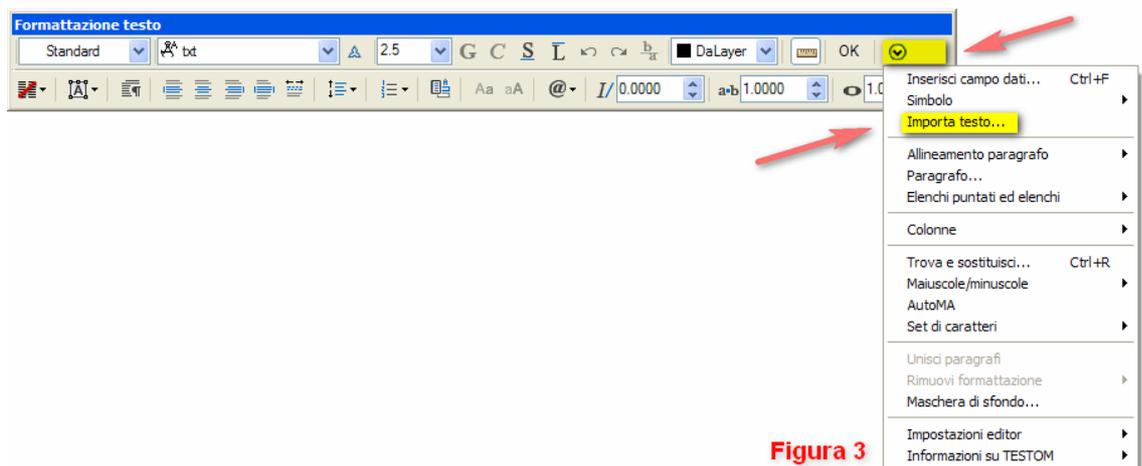

Figura 3
- Dalla barra di formattazione del testo (figura 3) cerca il comando “**Importa testo ...**” e seleziona il file .txt da importare;